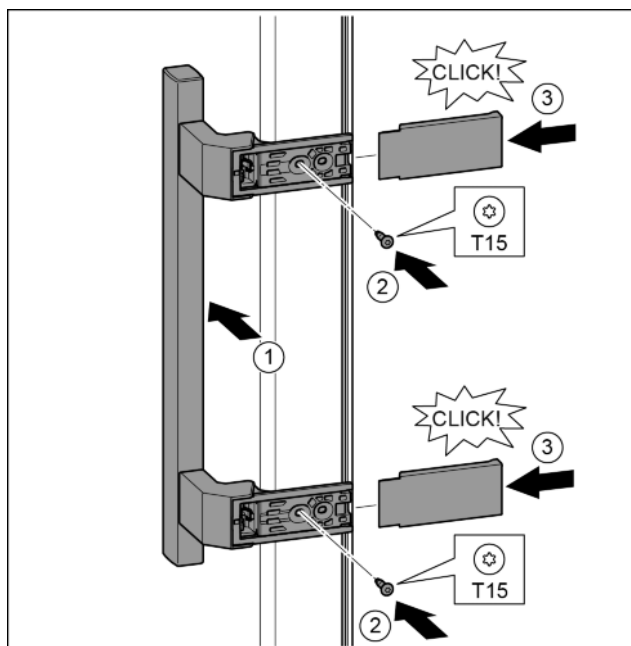

Fig. 21
- Postavite ručicu na suprotnoj strani. Fig. 21 (1)
- Odvijačem T15 čvrsto pritegnite vijke. Fig. 21 (2)
- Postavite pokrove bočno i natakните ih. Fig. 21 (3)